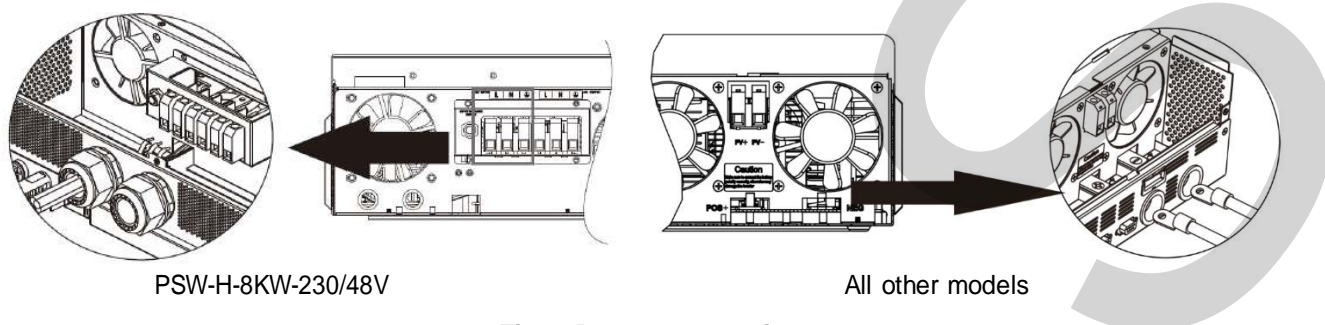

Fig. 6: Battery connection
- Αφαιρέστε τα προεγκατεστημένα παξιμάδια από τα μπουλόνια των ακροδεκτών της μπαταρίας. Περάστε τους ακροδέκτες του καλωδίου της μπαταρίας μέσα από τις τρύπες του περιβλήματος και επίπεδες ως προς τον αντίστοιχο ακροδέκτη της μπαταρίας (Fig. 6). Βιδώστε πάλι τα παξιμάδια που αφαιρέσατε με ροπή 5 Nm, 3.7 lbf-ft (PSW-H-8KW-230/48V) ή 2 ~ 3 Nm, 1.5 ~ 2.2 lbf-ft (όλα τα άλλα μοντέλα). Βεβαιωθείτε πως οι δακτύλιοι των ακροδεκτών είναι συνδεδεμένοι και ευθυγραμμισμένοι.